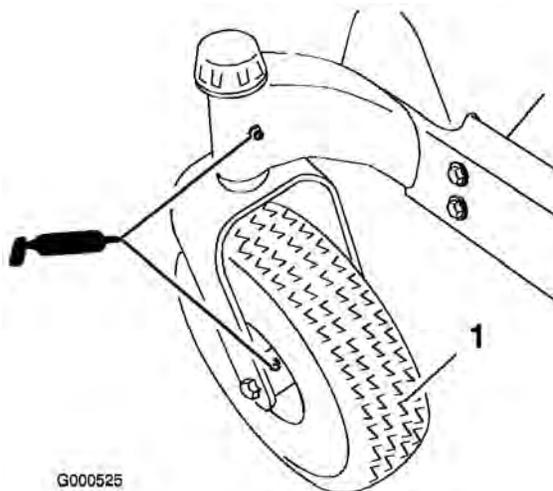

Figure 19
Graissez le pivot des roues pivotantes et les roues (Figure 19).
3. Nettoyez les graisseurs (Figure 19 et Figure 20) à l'aide d'un chiffon. Grattez la peinture qui pourrait se trouver sur les graisseurs.
4. Raccordez une pompe à graisse à chaque graisseur (Figure 19 et Figure 20). Injectez de la graisse dans les graisseurs jusqu'à ce qu'elle commence à sortir des roulements.